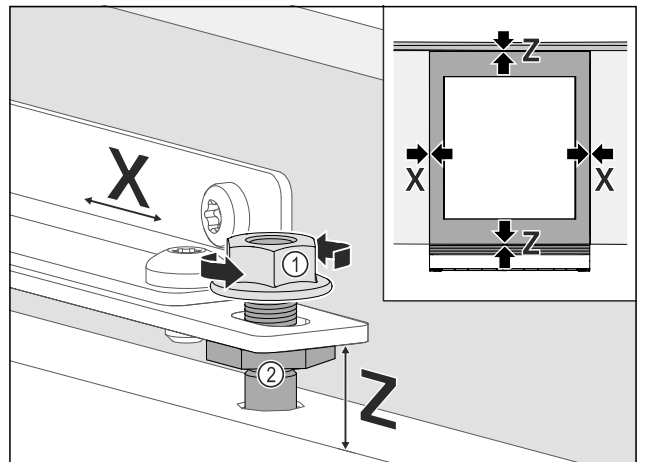

Fig. 77
- Kalusteoven kohdistaminen sivuttain: Avaa vastamutteri Fig. 77 (1), siirrä kalusteovea X:n suuntaan.
- Kiristä vastamutterit Fig. 77 (1).
- Kohdista kalusteovi korkeudeltaan Z:n ja sivuttaisen kaltevuuden mukaan: Säädä säätöpultit Fig. 77 (2).